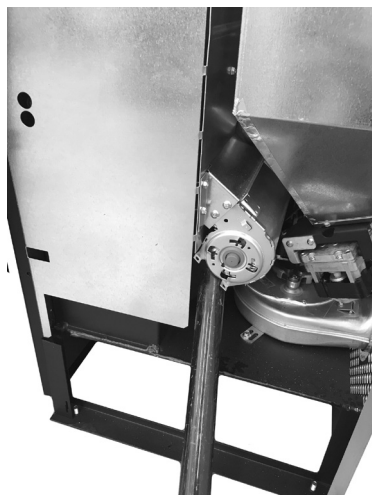

Fig. 53 - Limpieza ventilador ambiente
- Aspirar las cenizas y el polvo al interior (véase Fig. 53).